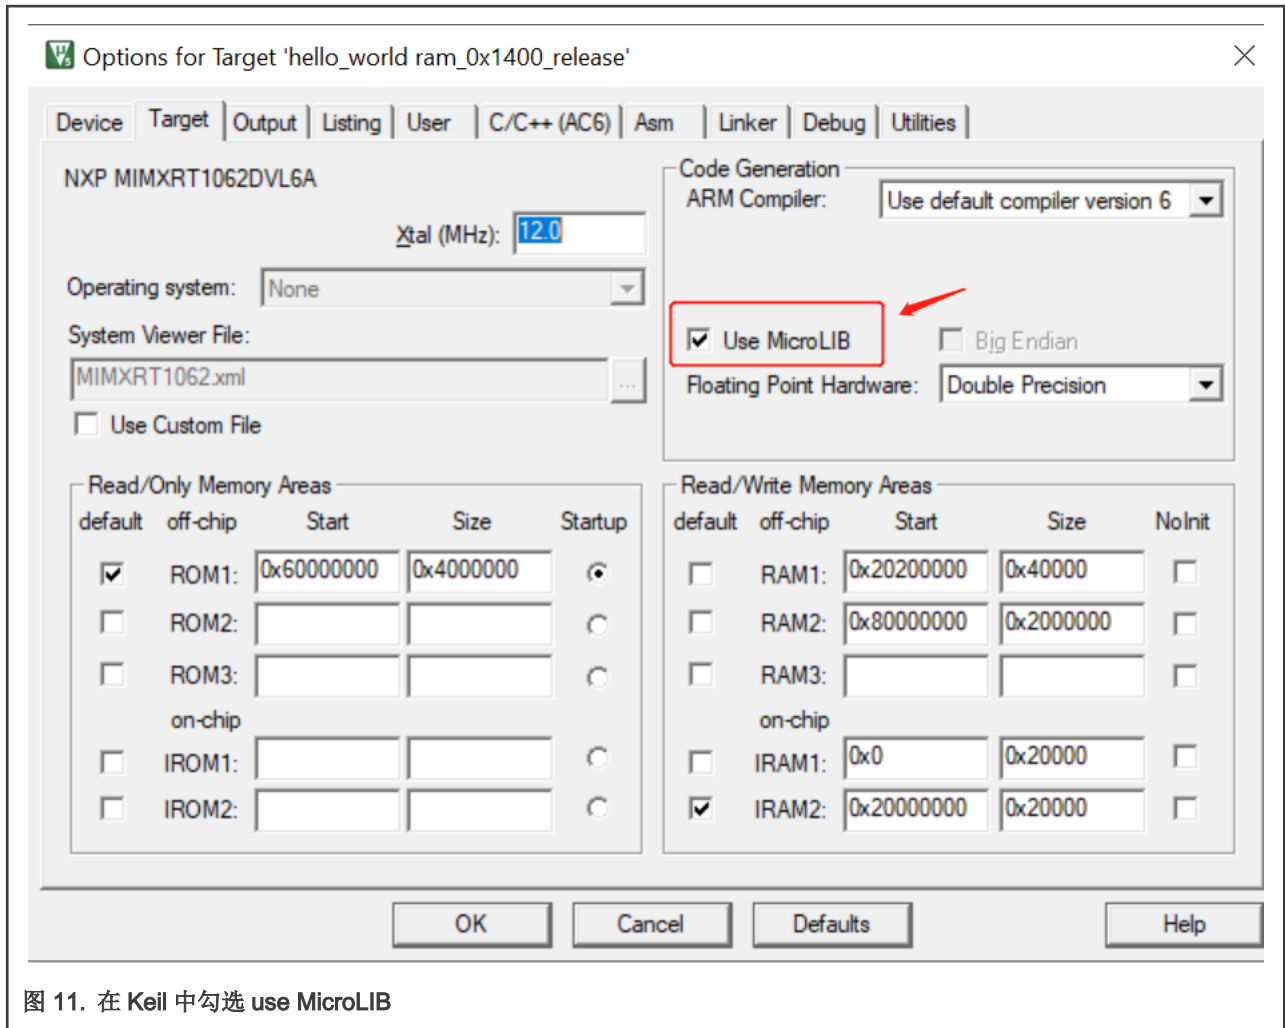

图 11. 在 Keil 中勾选 use MicroLIB
2. 点击 **Options for Target** 按钮 ，然后点击 **Target** 子菜单，并勾选 **Use MicroLIB**，如图 11 所示。